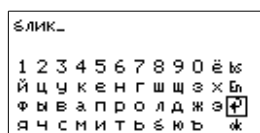

Рис. 19. Экранная клавиатура
1. С помощью кнопок  и  выберите нужное поле (имя кабеля, имя волокна или номер волокна) и нажмите кнопку . На экране появится экранная клавиатура (рис. 19).